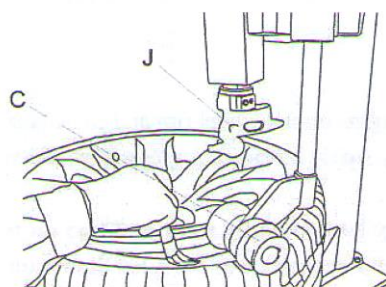

Рис.9
1. Надавить прижимным роликом C, G на борт шины (3 см), смазать борт по окружности, нажать педаль, стол начнет вращение и борт будет отрываться от обода колеса. Поднять прижимной ролик C, G (рис.9).